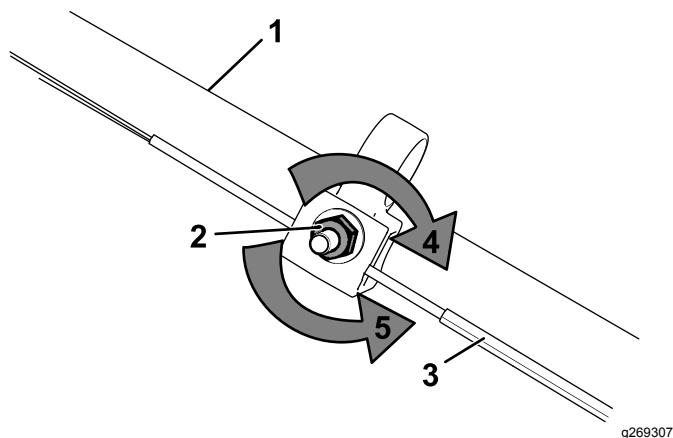

Figura 36
1. Gire la tuerca de ajuste en sentido antihorario para aflojar el ajuste del cable (Figura 36).
- Ajuste la tensión del cable (Figura 36) tirando del mismo hacia atrás o empujándolo hacia adelante, y sujételo en esa posición.